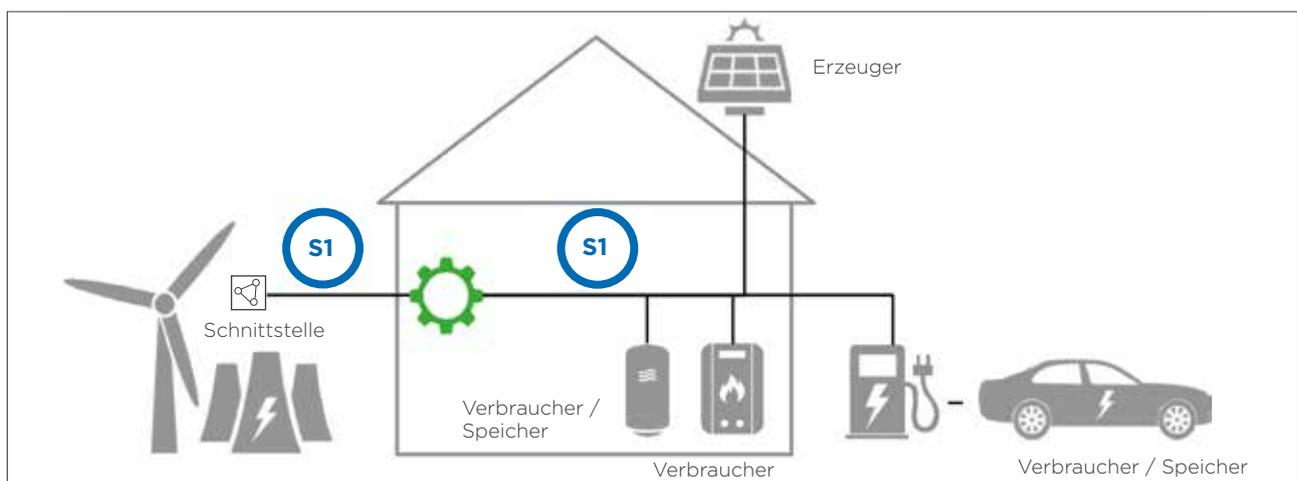

Bild 1. Akteure und Schnittstellen beim Energiemanagement
Bild 1 definiert das grundlegende Setup inklusive der notwendigen Teilnehmer bzw. Endgeräte für ein Energiemanagement. Dabei wird zwischen lokalem und globalem Management von Energie unterschieden.
- Kann innerhalb/außerhalb eines Gebäudes liegen (Bild 1 innerhalb angeordnet)